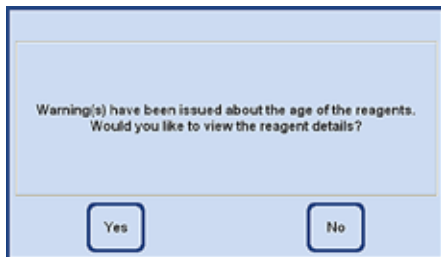

Fig. 223
- Se os valores limiares no status de reagente forem excedidos, uma mensagem de alerta aparecerá no final do programa de limpeza (Fig. 223).